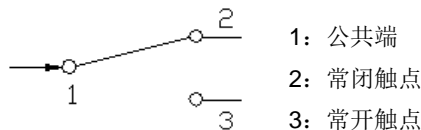

图 9
1. 开关示意图如图 9 所示。打开上盖即可看到。其原理图如下:
- 需要的压力/压差可通过设定旋钮上的刻度盘(图 9 中 A)获得。仅需要用一字螺丝刀旋转刻度盘到指针所示位置即可, 旋转刻度盘时, 螺丝刀要垂直刻度盘, 轻力缓慢旋转调整刻度盘, 防止操作不当引起的刻度盘松脱。
- 按需要将连接电线接入螺丝端子或旗型端子 1, 2 或 3(接线端子形式根据选型, 如上图 9)。